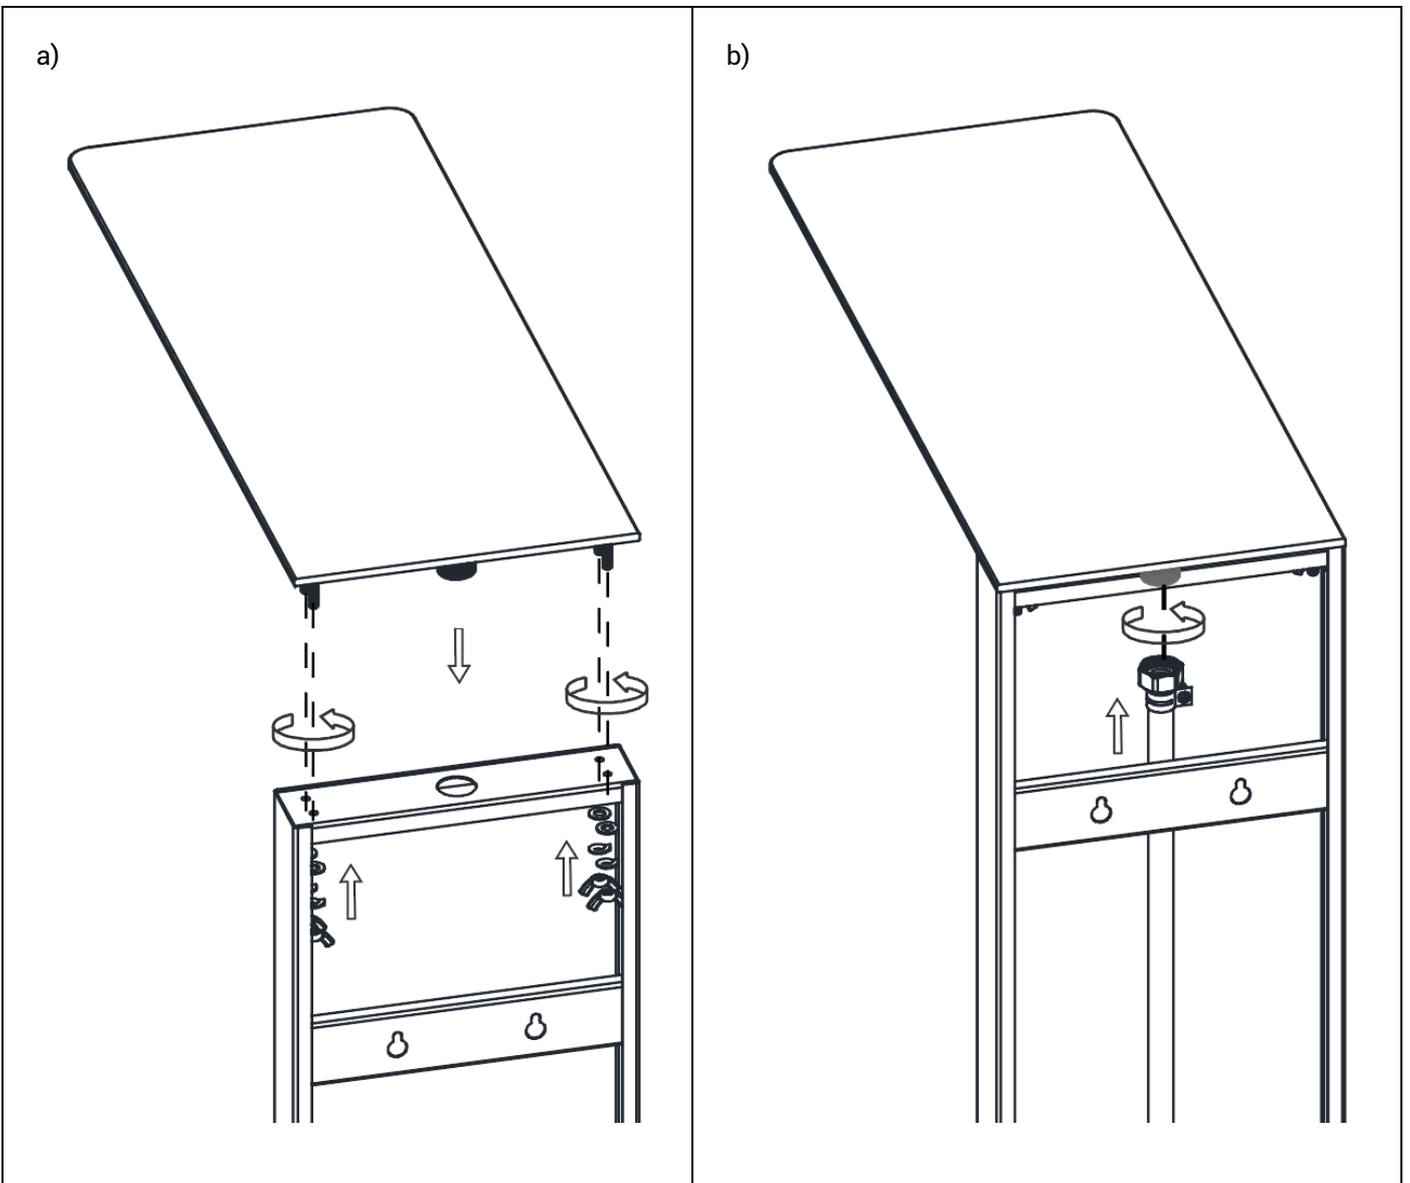

Figura 4
4. Montate la parte superiore sul telaio della colonna doccia come illustrato in *figura 4 (a, b)*.